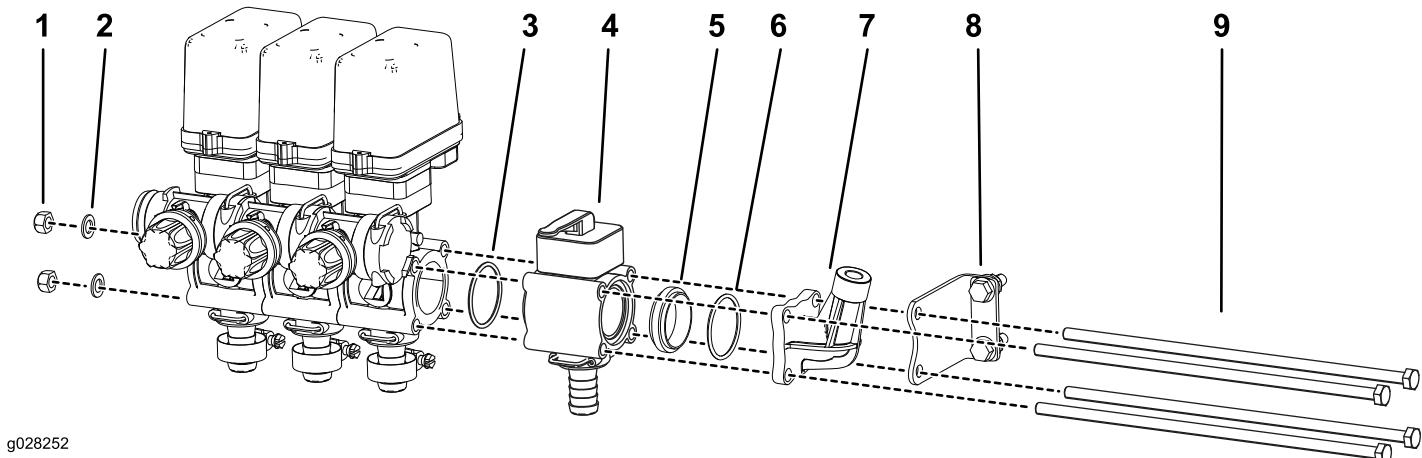

Figura 2
4. Instale la junta tórica, la nueva válvula de control, el conector del manómetro que retiró anteriormente y el soporte estabilizador con 4 pernos largos; consulte Figura 2.